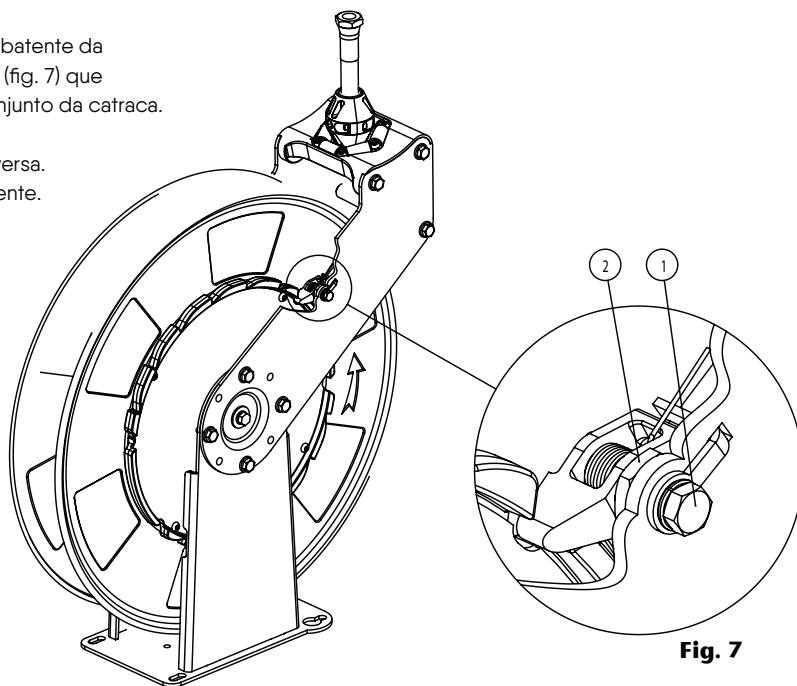

Fig. 7
1. Com a mangueira totalmente enrolada no carretel e o batente da mangueira tocando nos rolos, remova os parafusos (1) (fig. 7) que prendem a porca (2) (fig. 7). Em seguida, remova o conjunto da catraca.